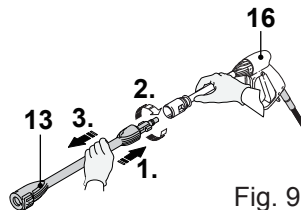

Fig. 9
1. Instale siempre la lanza telescópica (13) cuando se sirva de la boquilla turbo (14) (Fig. 9).